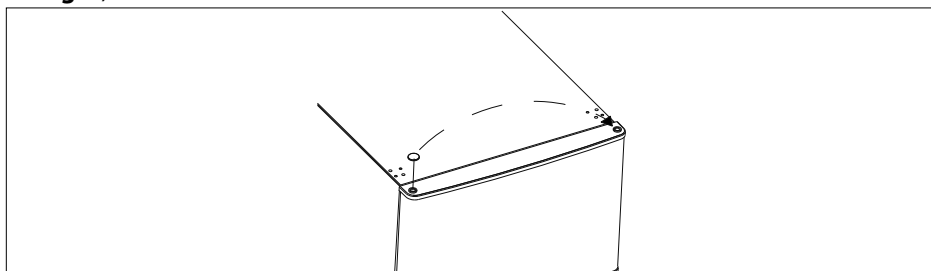

Fig. 5
- ▶ Retire el tapón ciego para la espiga de la bisagra del lado izquierdo de la puerta de la cámara frigorífica (4) y colóquelo en el orificio del lado derecho (véase la **fig. 5**).